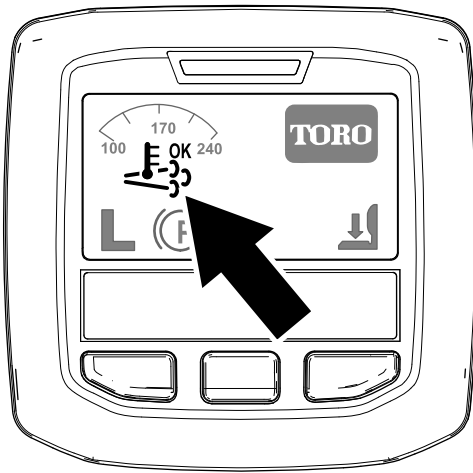

Figure 26
- L'icône de régénération assistée/réinitialisée s'affiche dans l'InfoCenter (Figure 26).